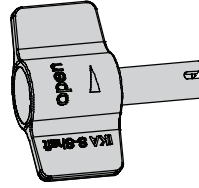

Fig. 1
- Flachschlüssel (siehe **Fig. 1**)
- Schaftschlüssel (siehe **Fig. 1**)